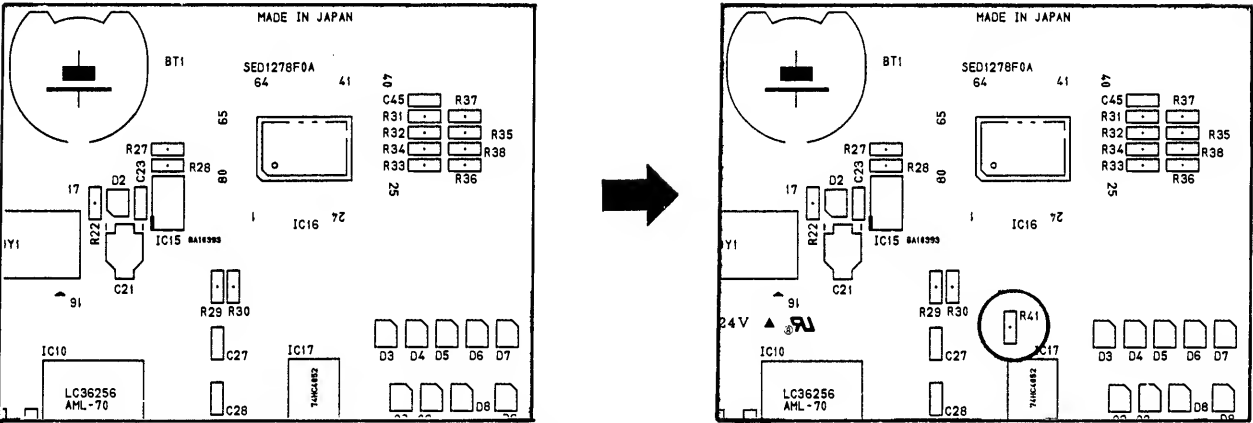

Fig.1(図1)
- Addition of Resistor (R41 22 k Ω). See Figs. 1 and 2.
- 抵抗 (R41, 22k ohm) の追加。(図 1, 2, 参照)